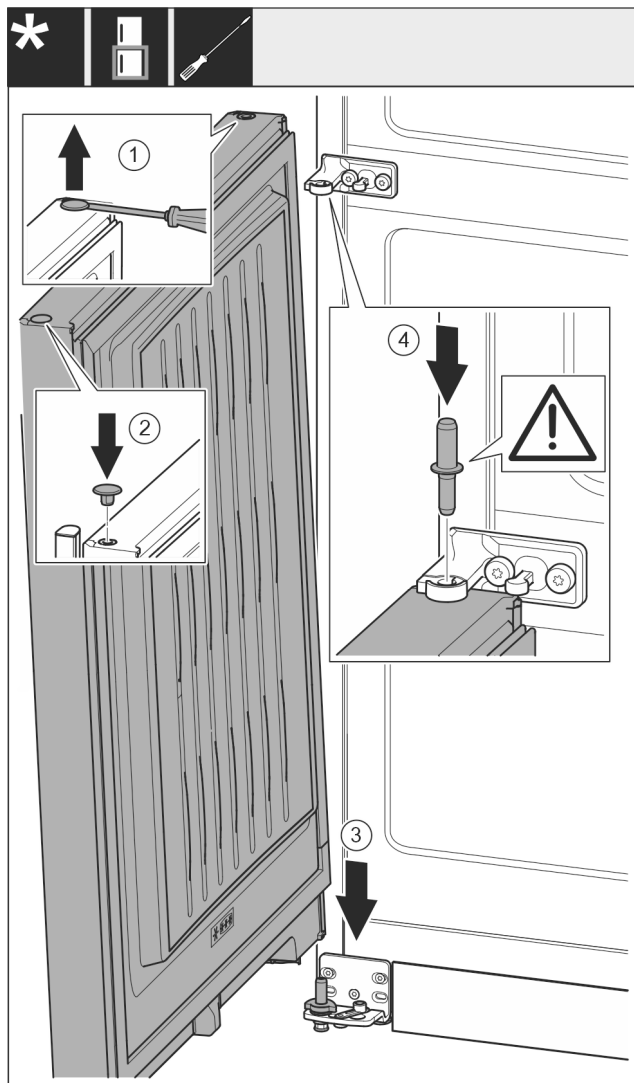

Fig. 20
- ▶ Ridicați cu precauție dopul Fig. 20 (1) cu o șurubelniță plată și extrageți-l.
- ▶ Introduceți dopul Fig. 20 (2) pe partea opusă a ușii.
- ▶ Așezați ușa Fig. 20 (3) de sus pe bolțul inferior de lagăr.
- ▶ Introduceți bolțul central de lagăr Fig. 20 (4) prin mijlocul suportului de lagăr în ușa inferioară. Aveți grijă aici ca respectiva camă de fixare să fie îndreptată către înapoi.